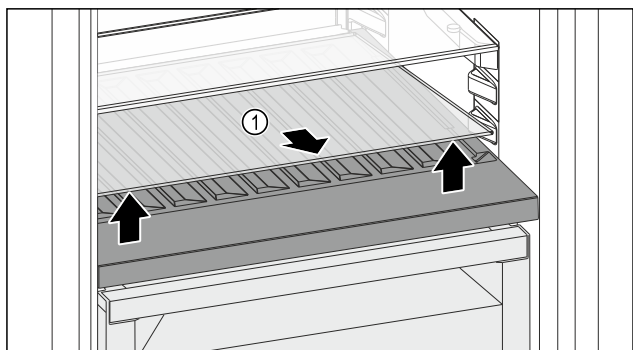

Fig. 116
- Glasplaat Fig. 116 (1) bij de uitsparing aan de voorzijde optillen en verwijderen.
- Glasplaat Fig. 116 (1) goed bewaren buiten het apparaat.